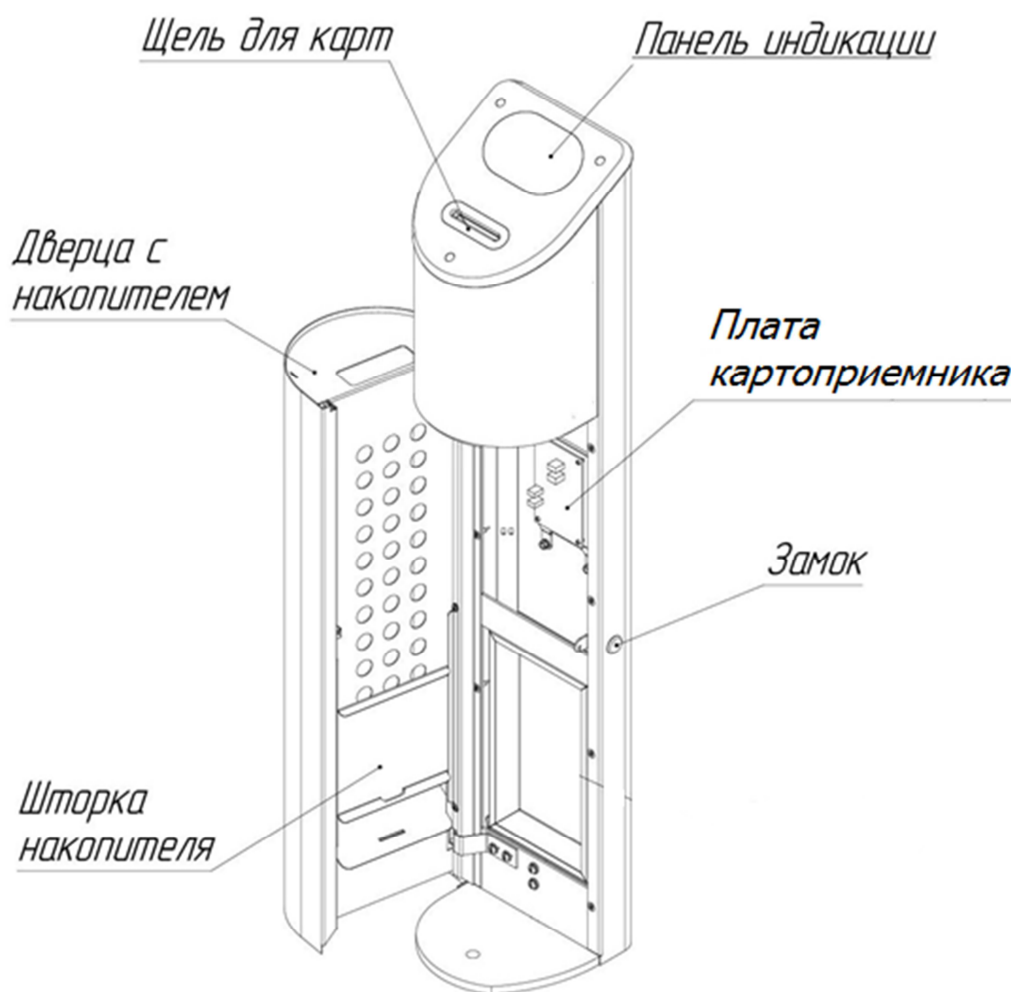

Рис. 4. . Общий вид картоприемника
7.3.1. Откройте замок дверцы картоприемника с помощью ключа (рис. 4).
- откройте дверцу картоприемника с помощью ключа (рис. 4);